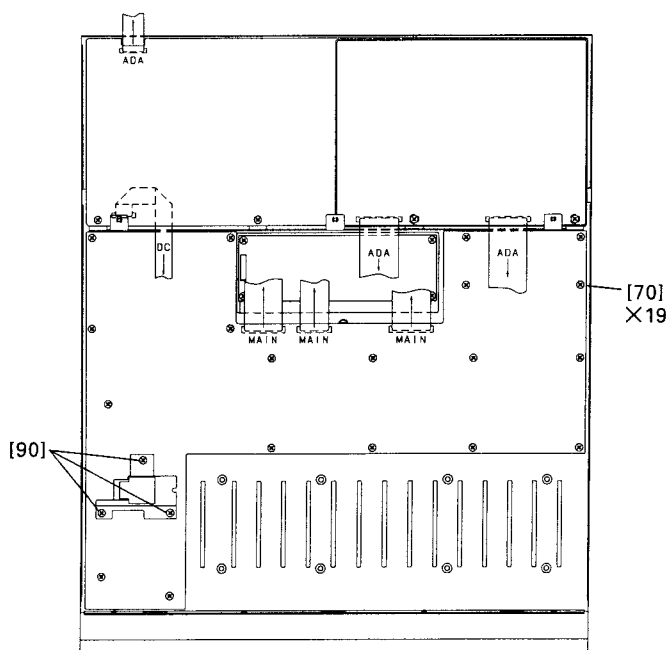

Fig. 7 (図7)
- 3-5 Remove the three(3) screws marked [90] and the nineteen (19) screws marked [70]. The PN circuit board can then be removed. (Fig. 7)
- 3-5 PARAMETER シャーシを止めている[90]のネジ3本とPNシートの[70]のネジ19個を外し、PNシートとENCシートを外します。(図7)